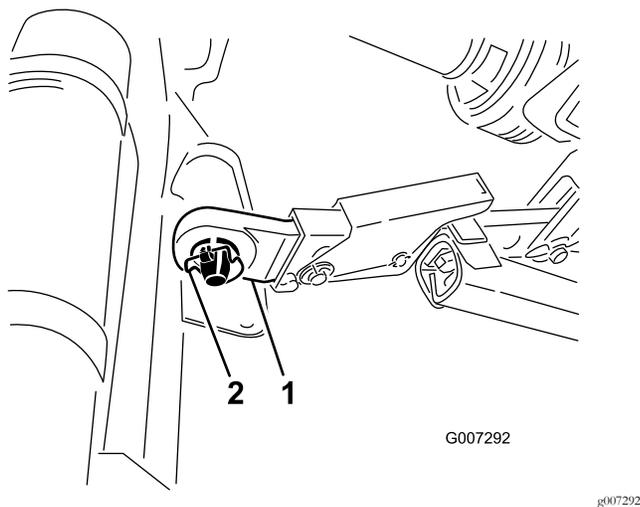

Figure 6
- Insérez les bras de liaison inférieurs droit et gauche sur les goupilles d'attelage (Figure 6).
- Fixez les bras de liaison inférieurs aux goupilles d'attelage de l'aérateur avec des goupilles à anneau (Figure 6).